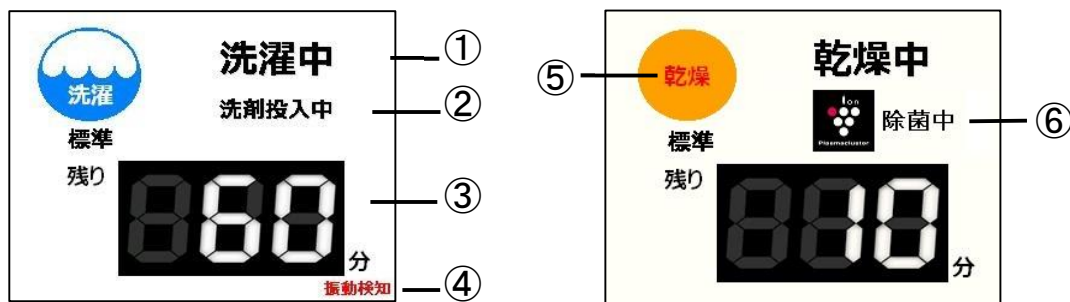

図 7-2
7. 1. 2 運転中の画面（図 7-2）
- ① 現在の工程が表示されます。
- ② 洗剤・助剤の投入状態が表示されます。
- ③ 残りの運転時間が表示されます。
- ④ 振動検知スイッチが作動していると表示されます。（7. 1. 7 参照）
- ⑤ 乾燥工程時、乾燥中は乾燥が赤文字になります。
- ⑥ 乾燥運転時にプラズマクラスターイオンが供給され、槽内にイオンを放出して衣類を除菌※します。
振動検知スイッチが作動している時に、図 7-2 のように画面の中に赤字で“振動検知”と表示されます。
運転中の画面(図 7-2)を長押ししてメイン画面に移動します。その後、試運転画面に移動します。試運転画面で **停止** を 2 回押すことで、機械を完全停止できます。(図 7-22)